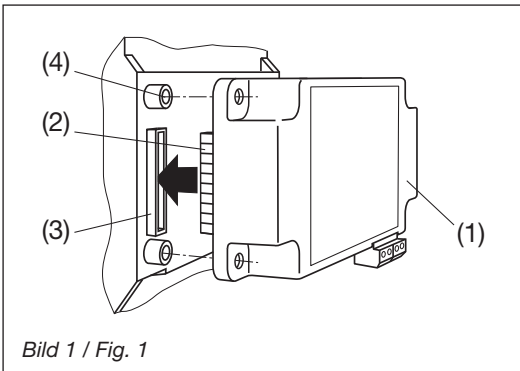

Bild 1 / Fig. 1
Erweiterungs-Modul (1) einfach auf der Rückseite des Grundgeräts aufstecken (Bild 1). Dabei beachten, dass Steckerleiste (2) und Steckbuchse (3), aufeinander passen.
Embrocher simplement le module complémentaire (1) à l'arrière de l'instrument de base (Fig. 1) tout en veillant à faire correspondre la fiche (2) et la prise (3).
Simply plug-in the extension module (1) at the back of the basic instrument (fig. 1). Please ensure that the plug (2) and socket (3) are aligned correctly.